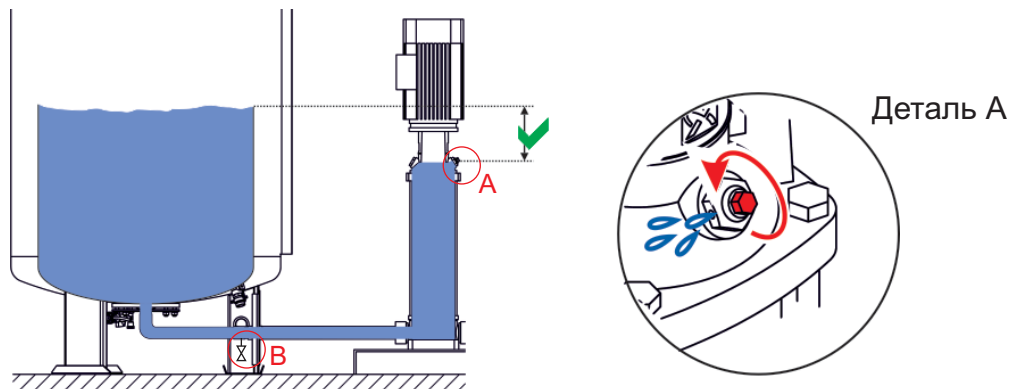

Рис. 5: вентилирование насосов поддержания давления
- В устройствах без встроенного подпиточного модуля MCF резервуар необходимо заполнять до тех пор (например, через кран KFE в перепускном трубопроводе на подключении EG-M - см. рис. 5, деталь В), пока из вентиляционного клапана насоса (деталь А) не пойдет постоянный поток рабочей среды установки.